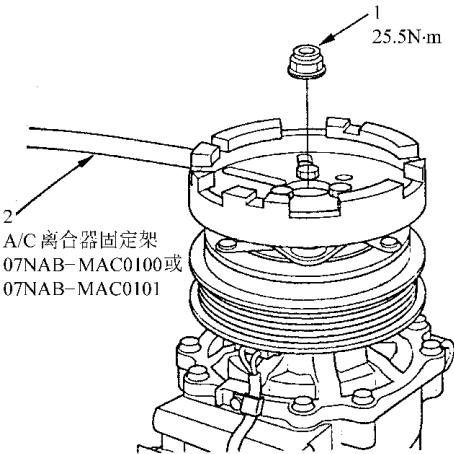

图 10-40 拆卸中心螺母
1) 如图 10-40 所示，借助专用工具，固定电枢盘，拆卸中心螺母。